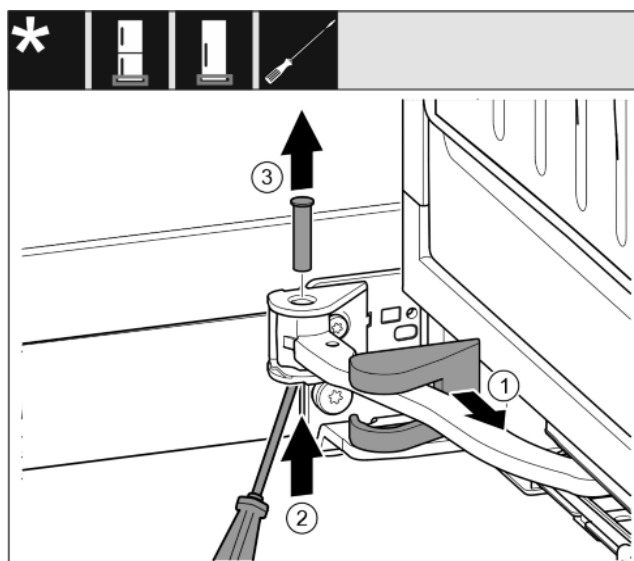

Fig. 12
- ▶ Odstranite pokrov ležajnega podstavka in ga zamaknite vzdolž zgibnega dela. Fig. 12 (1)
- ▶ Sornik s prsti ali izvijačem dvignite od spodaj. Fig. 12 (2)
- ▶ Izvijač zatakните pod glavo sornika in ga izvlecite. Fig. 12 (3)